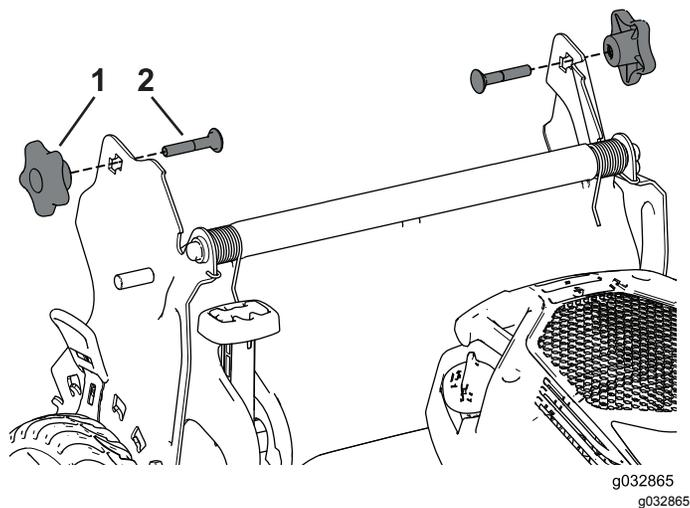

Figure 31
4. Insérez le boulon de carrosserie (la tête du boulon vers l'intérieur) dans le support du guidon et dans le trou supérieur à l'extrémité du guidon. Vérifiez que les bords carrés de chaque boulon de carrosserie s'engagent dans le trou carré supérieur ou inférieur du support de guidon correspondant (Figure 31).